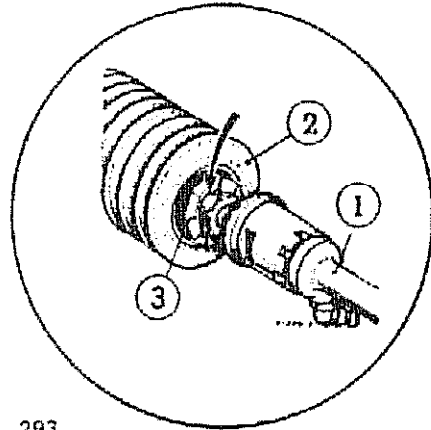

Fig. 293
- 3) Colocar la caja de dirección sobre la herramienta especial DIR 20 y asegurar esta última en una morisa para facilitar el desarme. Seguidamente, doblar los seguros de chapa de las contratuercas de las bieletas de dirección, aflojar las contratuercas y retirar las bieletas (1), los guardapalvos de goma (2) y las arandelas de enganche de los guardapalvos (3) (Fig. 293).